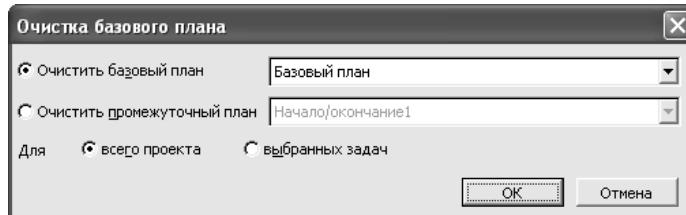

Рис. 49. Видалення базового плану
1. У меню **Сервіс** виберіть **Відстежування**, **Очистити базовий план**. З'явиться вікно **Очищення базового плану** (рис. 49).